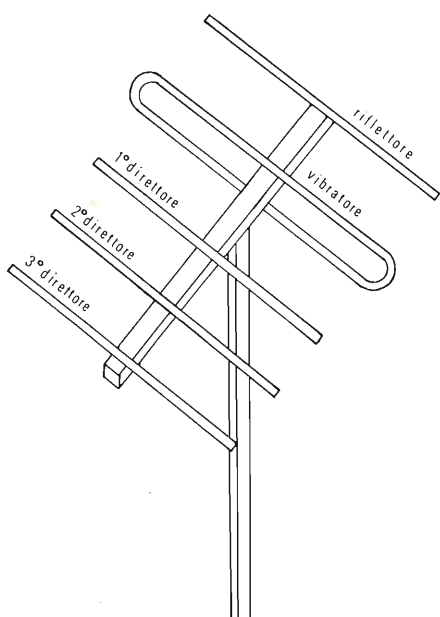

Fig. 1 - Aspetto generale di una antenna Yagi.
L'antenna Yagi-Uda, comunemente detta Yagi, è dovuta a due studiosi giapponesi: prof. S. Uda e H. Yagi, che per primi e nel 1926 pubblicarono un lavoro dedicato a questo tipo di antenne. Essa, com'è noto, si compone di almeno due elementi, di cui uno attivo, che chiameremo in seguito vibratore,(1) e rimanenti passivi, detti riflettore e direttori secondo la posizione che occupano rispetto al vibratore e la direzione di massima irradiazione o di ottima ricezione (fig. 1).